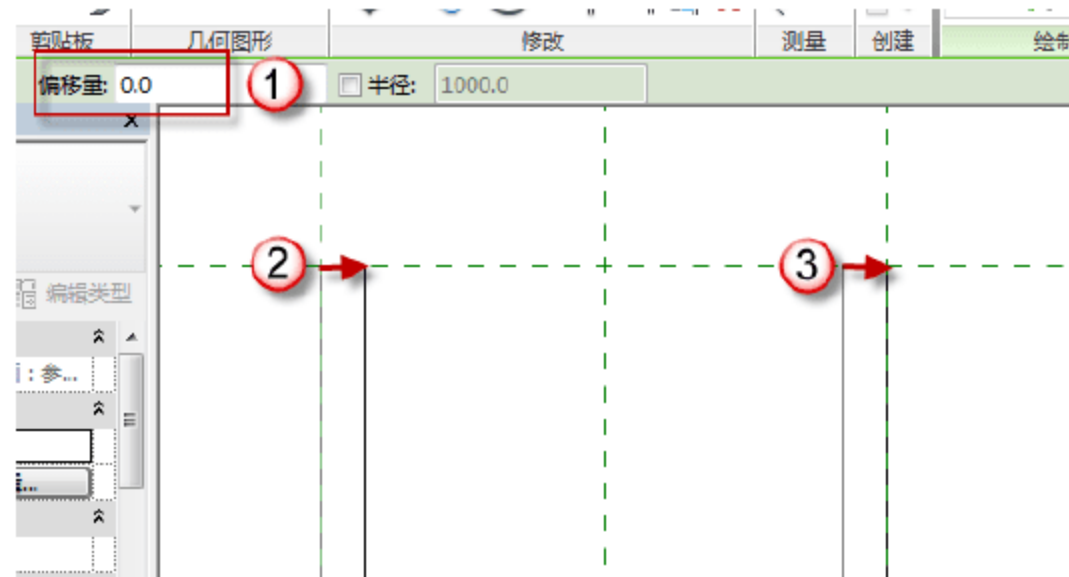

图 9.2.47 完成绘制“250mm 宽地沟”
(7) 完成绘制“250mm 宽地沟”。在“偏移量”的位置将“20”改为“0”，然后绘制直线，将地沟的轮廓闭合，如图 9.2.47 所示。